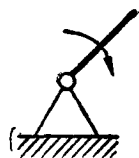

图 10 跟固定支架連接的連杆。
4. 連杆、活銷跟固定支架連接: 这种連接在机械略图中的表示法如图 10。